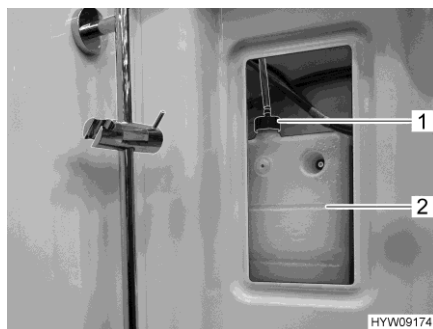
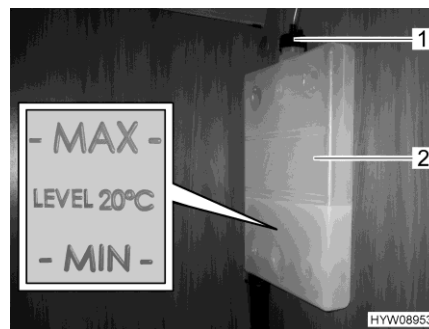

Fig. 193 Vaso d'espansione (riscaldamento ad acqua calda)
Fig. 194 Riga "MIN/MAX"
- Rimuovere la copertura per il vaso d'espansione (Fig. 193,2) a destra e in alto nella doccia.
- Controllare se il livello del liquido nel vaso d'espansione (Fig. 194,2) è tra le righe del "MIN" e del "MAX" (Fig. 194).
- Aprire il coperchio (Fig. 193,1 Fig. 194,1) del vaso d'espansione.